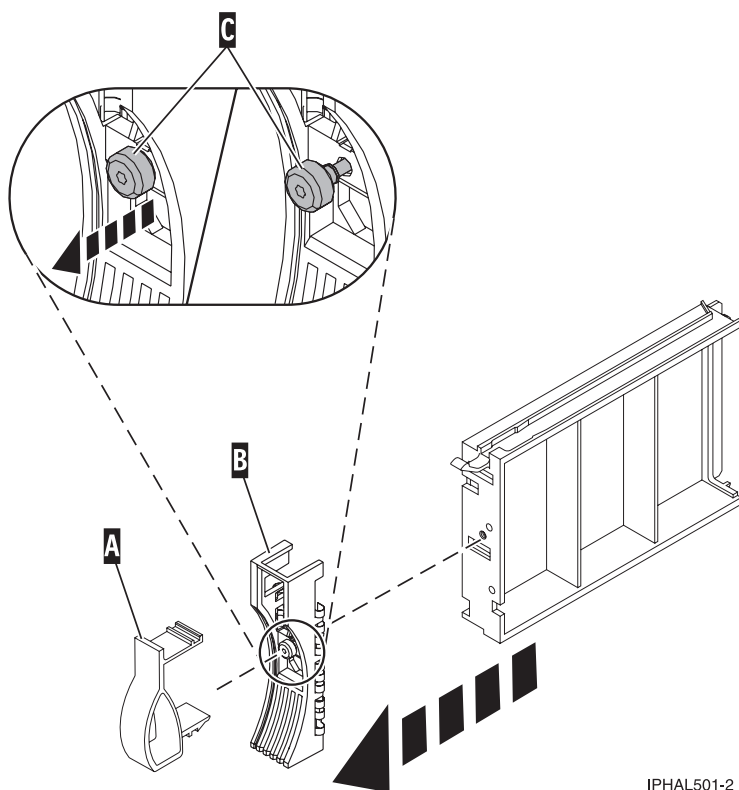

Figura 49. Extracción de la tapa biselada de una unidad de disco
1. Desde la unidad de disco extraída o el panel de relleno de unidad de disco, tire suavemente del pestillo **(A)** que sujeta la tapa biselada de la unidad de disco y apártelo de la parte frontal del panel de relleno, como se ve en Figura 49 en la página 88.